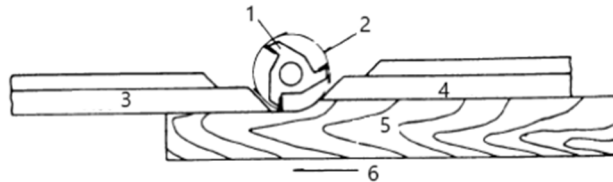

Figura 3
3. La cerca frontal debe avanzar hasta que entre en contacto con la pieza de trabajo como se muestra en la figura 3. La cerca trasera quedará entonces alineada con el círculo de corte.